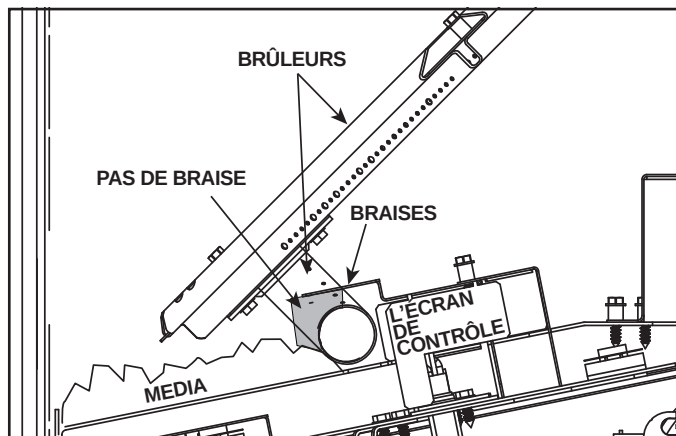

Figure 19 Braises interdites - Vue de côté
- Les braises ne sont pas autorisées dans la zone grise indiquée sur la figure 19. Le non-respect de cette procédure peut entraîner des problèmes d'allumage.